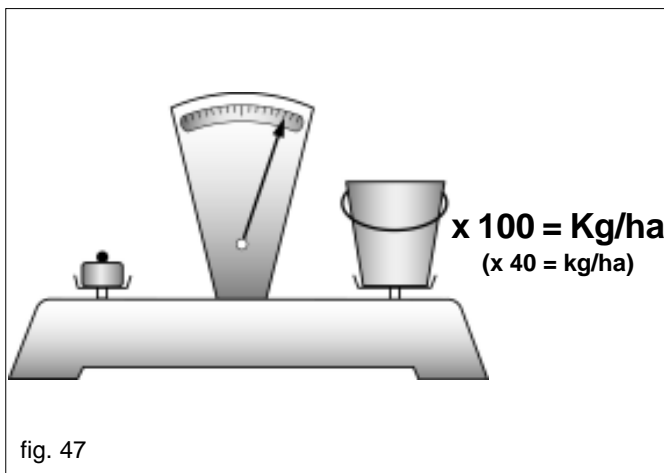

fig. 47
- 7) Pesar la cantidad de semilla recogida en las cubetas y multiplicarlo por 100 o por 40 según de las rotaciones efectuadas, el valor obtenido será igual a la cantidad en kilogramos distribuida por hectárea (Fig. 47).